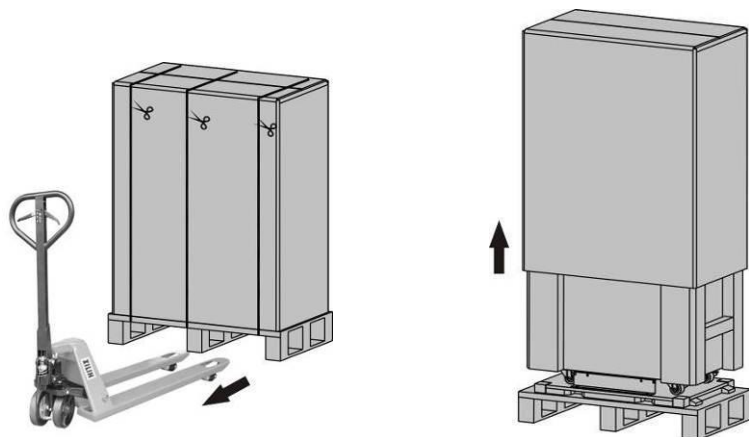

Figura 2: Imballaggio esterno
1. Trasportare l'UPS imballato nel luogo d'installazione mediante un carrello elevatore con forca (vedi Figura 2 a sinistra).
2. Rimuovere il cartone esterno (vedi Figura 2 a destra).